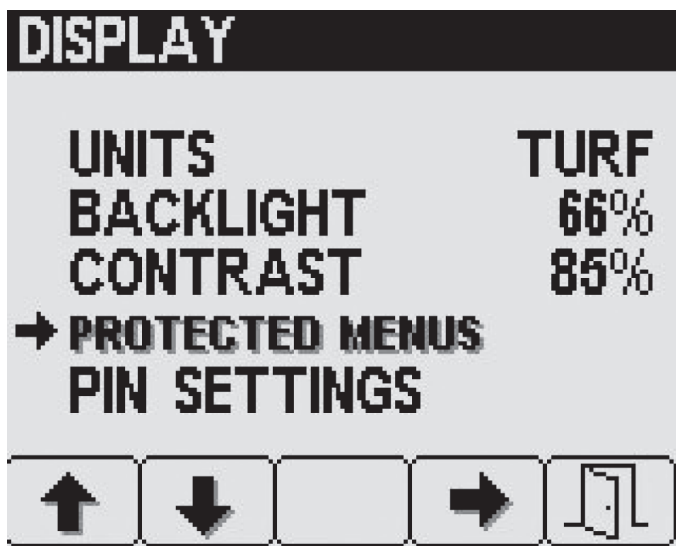

Bild 29
- Drücken Sie auf den Bildschirm „Display“ die Taste 2, um auf „Geschützte Menüs“ zu navigieren und drücken Sie Taste 4, um „Geschützte Menüs“ auszuwählen (Bild 29).
2. Drücken Sie Taste 2, um auf den gewünschten Eintrag im geschützten Menü zu navigieren (Bild 29).